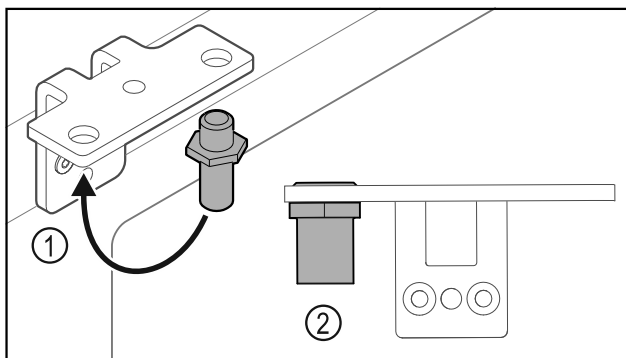

Fig. 38
- Spostare il perno Fig. 38 (1) nella cerniera angolare.
- Serrare il perno Fig. 38 (2) con una **coppia di 12 Nm**.